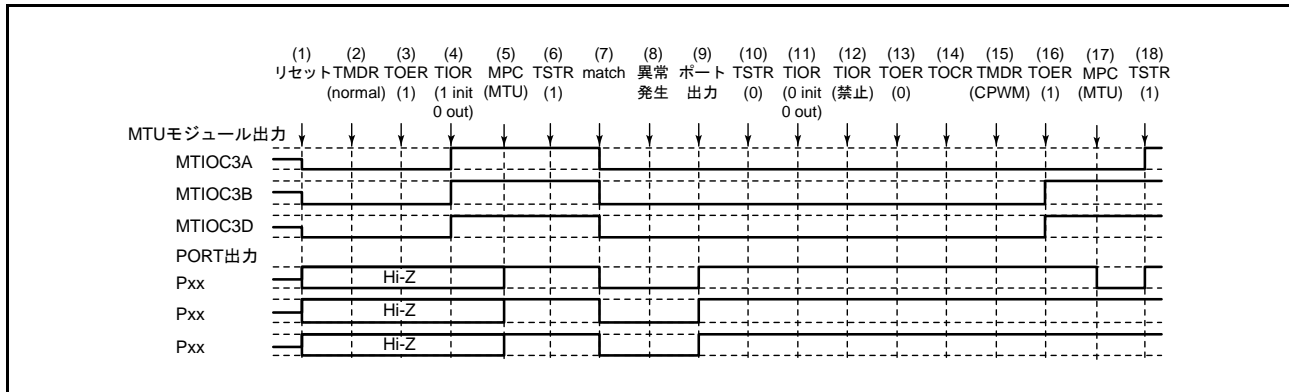

図 19.147 ノーマルモードで異常が発生し、相補 PWM モードで復帰する場合
ノーマルモードで異常が発生し、再設定後相補 PWM モードで再スタートする場合の説明図を図 19.147 に示します。
(1) ~ (13) は図 19.147 と共通です。
(14) TOCR1A、TOCR2A レジスタでリセット同期 PWM の出力レベルと周期出力の許可 / 禁止を選択してください。
(15) リセット同期 PWM を設定します。
(16) TOERA レジスタで MTU3、MTU4 の出力を許可してください。
(17) MPC と I/O ポートのポートモードレジスタ (PMR) で MTU 出力としてください。
(18) TSTRA レジスタで再スタートします。